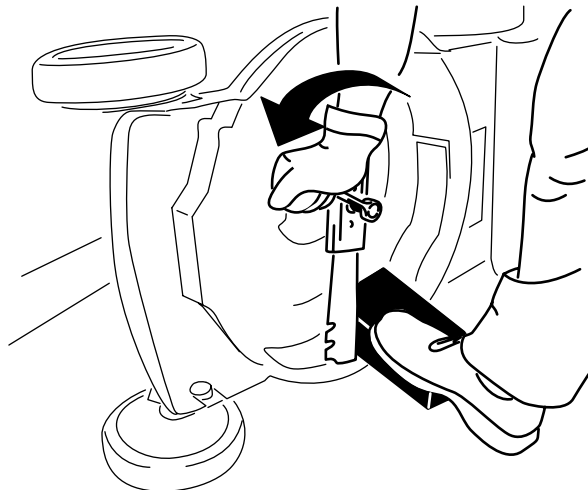

Figura 22
3. Utilize um bloco de madeira para manter a lâmina segura (Figura 22).
4. Retire a lâmina guardando todo o equipamento de montagem (Figura 22).